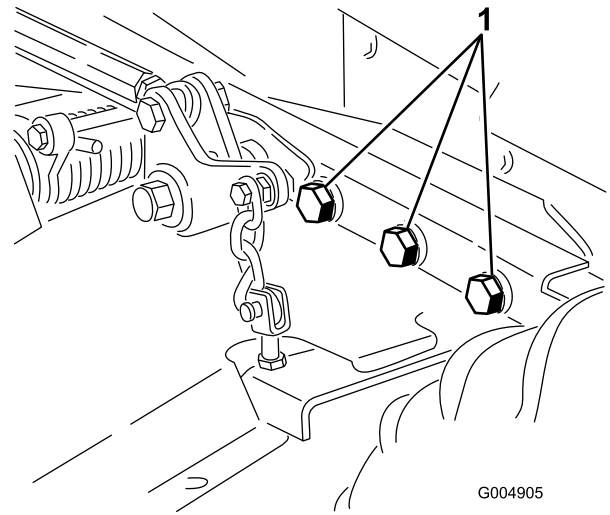

Figura 60
5. Compruebe que todos los herrajes están bien apretados; apriételes si es necesario. Apriete los 6 pernos que sujetan el bastidor de la plataforma de corte a la unidad de tracción (Figura 60) a 359 N·m (265 pies-libra).